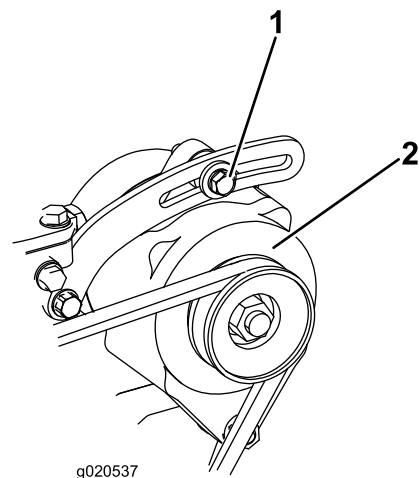

Bild 90
1. Lockern Sie bei einer Durchbiegung von mehr oder weniger als 10 mm die Befestigungsschrauben der Lichtmaschine (Bild 90).